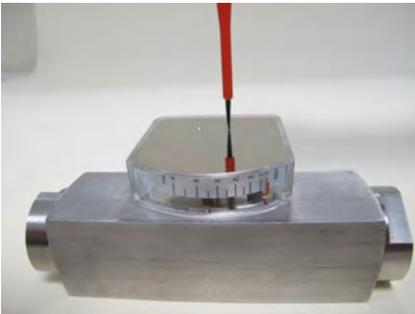

Abb. 64: Befestigungsschrauben der Anzeige-Deckelplatte einschrauben
- 24.** ➤ Befestigungsschrauben der Anzeige-Deckelplatte einschrauben und festziehen (Abb. 64), dabei Schrauben-Anziehdrehmoment ( Kapitel 11.1 „Anziehdrehmomente“ auf Seite 94) beachten